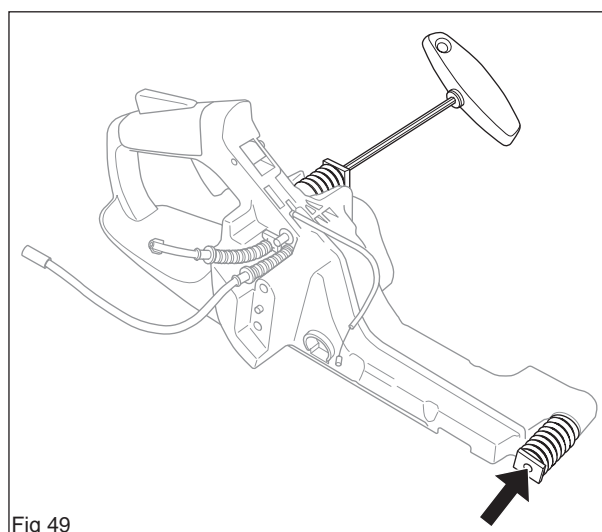

Fig 49
3. Démontez les ressorts sur le réservoir à l'aide d'une clé hexagonale de 4 mm. (outil 502 50 87-01) (voir la figure 49).